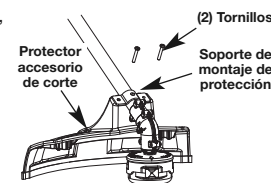

Fig. 1
- Coloque el protector del cabezal de corte en el soporte de montaje de protección, asegurándose de alinear los orificios en el protector con los del soporte de montaje de protección. (Fig. 1)